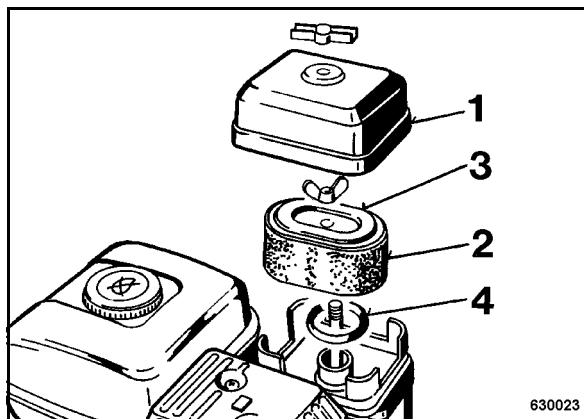
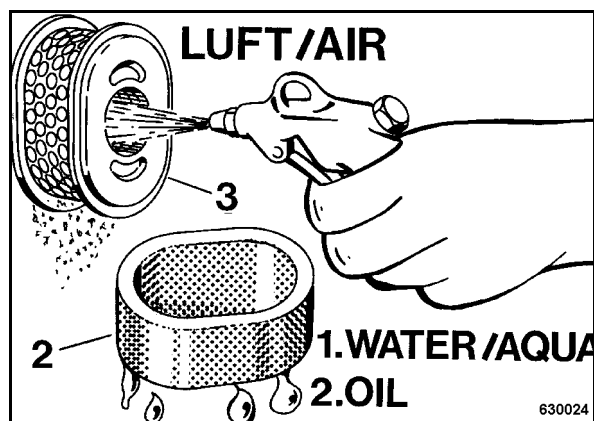

рис. 26
рис. 27
- Снять крышку 1 (рис. 26), и удалить пенообразную вставку (2) с бумажной вставки (3).
- Очистить бумажную вставку 3 (рис. 27) легким постукиванием или осторожно продуть наружу сухим, чистым сжатым воздухом.
- Очистку пенообразной вставки (2) осуществлять в теплой мыльной воде, затем промыть и дать основательно высохнуть.
- Проверить уплотнительное кольцо 4 (рис. 26); при необходимости, использовать новое.